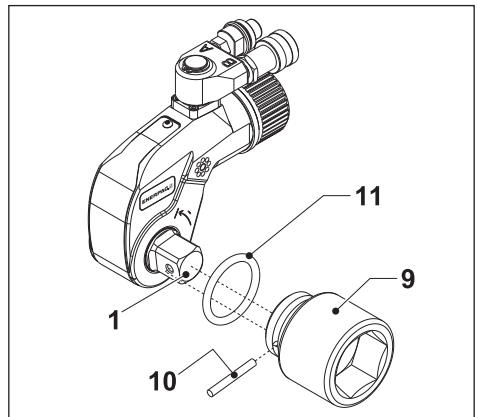
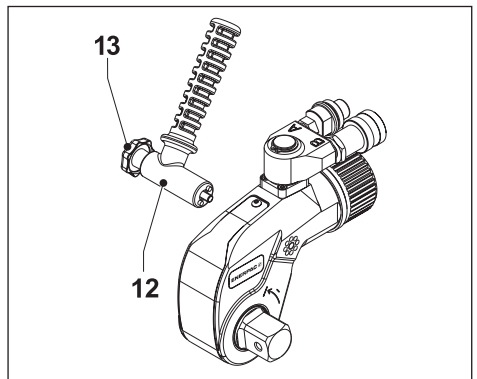
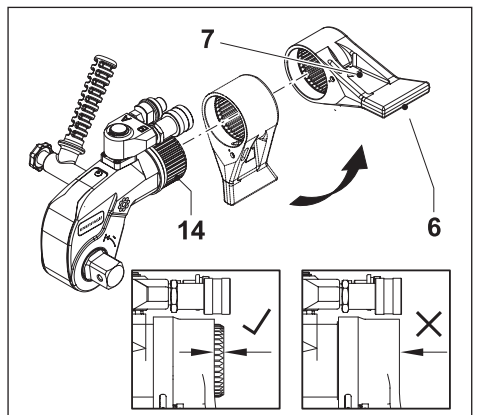

Abb. 4
Abb. 5
Abb. 6
- Zum Anziehen von Bolzen bringen Sie den Antriebseinsatz an, wie in Abbildung 4 gezeigt.
3.4.1 Sechskant-Stecknuss anbringen (Abb. 4)
- Setzen Sie die Sechskant-Stecknuss (9) auf den Antriebseinsatz (1).
- Bringen sie den Haltestift (10) und den O-Ring (11) an.
3.4.2 Sechskant-Stecknuss entfernen (Abb. 4)
- Entfernen Sie den O-Ring (11) und den Haltestift (10).
- Ziehen Sie die Sechskant-Stecknuss (9) vom Antriebseinsatz (1) ab.
3.5 Befestigung des Positionierungshebels (Abb. 5)
- Sichern Sie den Positionierungshebel (12) mithilfe der Flügel- oder Augenschraube (13 - variiert je nach Modell). Der Hebel kann (bei Bedarf) auf beiden Seiten des Drehmomentschlüssels installiert werden.
3.6 Montage des Abstützarms (Abb. 6)